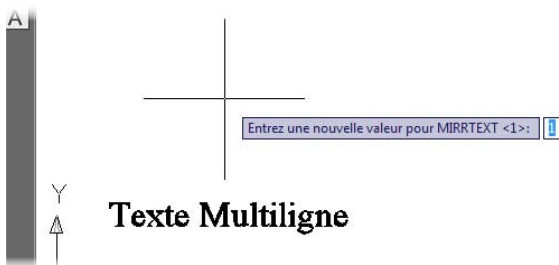

Figure 5.21
9. Tapez maintenant au clavier la commande Mirrtext puis validez. Saisissez la valeur 0 puis validez de nouveau (voir Figure 5.21).